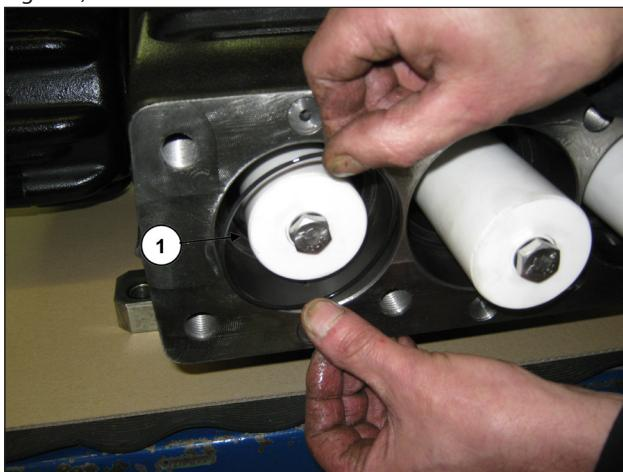

Fig. 116
Inserire gli O-Ring all'interno del carter pompa (pos. ①, Fig. 116).